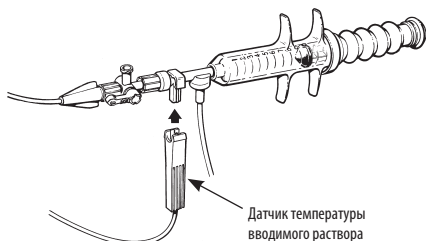

Рисунок 7. Подсоединение датчика температуры
- Вставьте датчик температуры вводимого раствора до щелчка в проточный/возвратный клапан (см. Рисунок 7 на стр. 92). Зафиксируйте систему, чтобы свести к минимуму ее движения относительно пациента.